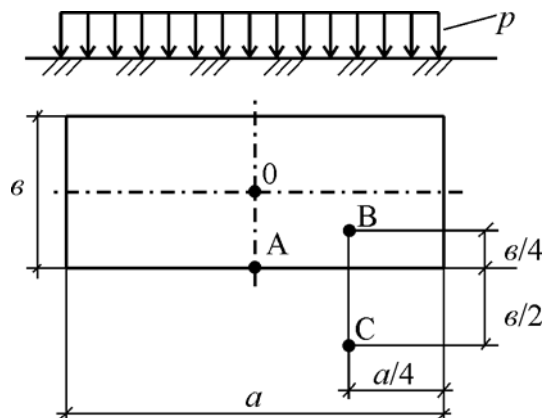

Рис.3
3. Определить величину равномерно распределенного по прямоугольной площадке давления p , если в одной из точек (O , A , B или C), лежащих на глубине z от поверхности грунта, величина сжимающего напряжения равна σ_z (рис. 3).